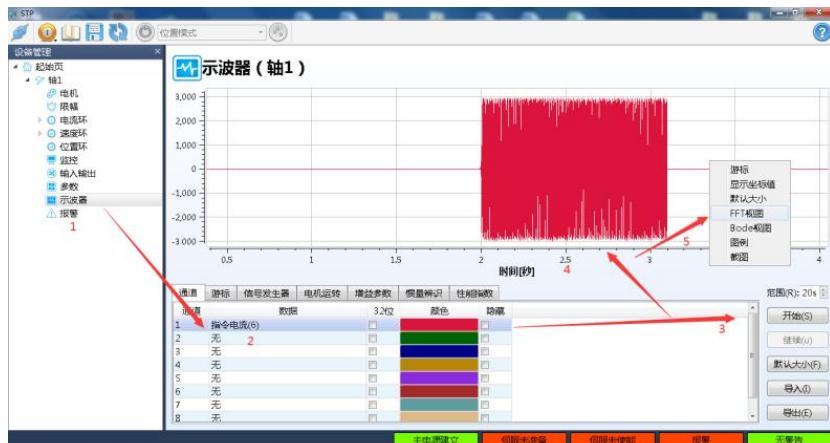

图 5-20 震动电流采集步骤
①按照如下顺序操作，在示波器界面的“通道”栏选择“指令电流”，点击“开始”按钮，界面会出现电流波形，当出现震动时，电流会出现如第“4”步波形，点击“停止”按钮，此时鼠标左键拖动可将波形放大，再右击鼠标弹出第“5”步对话框，选择“FFT 视图”。如下图 5-20。